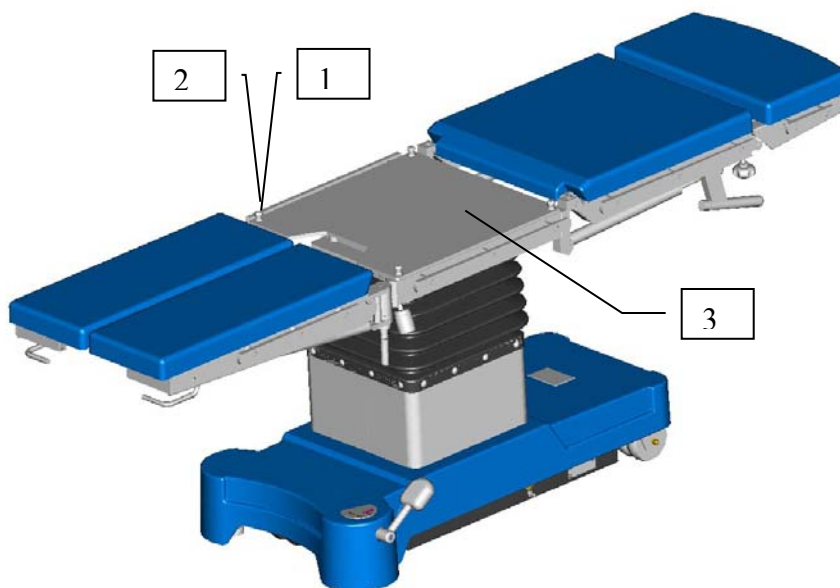

Рис.2
2. Открутите 4 винта М6 (поз.1 рис.2) и снимите 4 фигурные стойки (поз.2 рис.2). Снимите плиту (поз.3 рис.2). Винты и стойки сохраните.